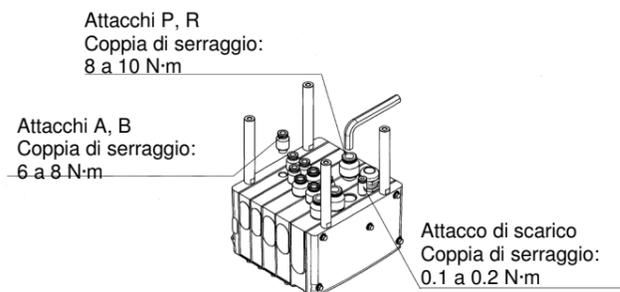

Figura 13
- Le viti dei tiranti devono essere strette in due fasi nella sequenza raccomandata (1→5) indicata nella Figura 13. Questo assicura una compressione uniforme delle guarnizioni. (1→5 – stringere di 1→5 alla coppia prescritta).